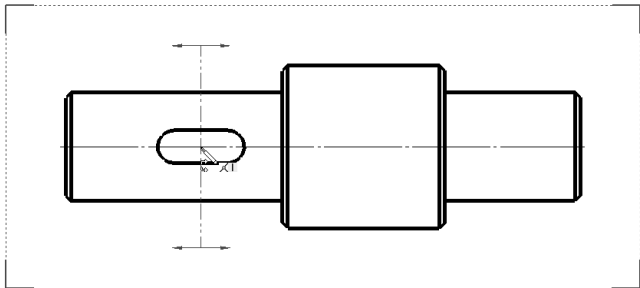

图 8-84 将剖切线移动至所需位置
- [3] 视图中将剖切线移动至所需位置并单击，如图 8-84 所示。